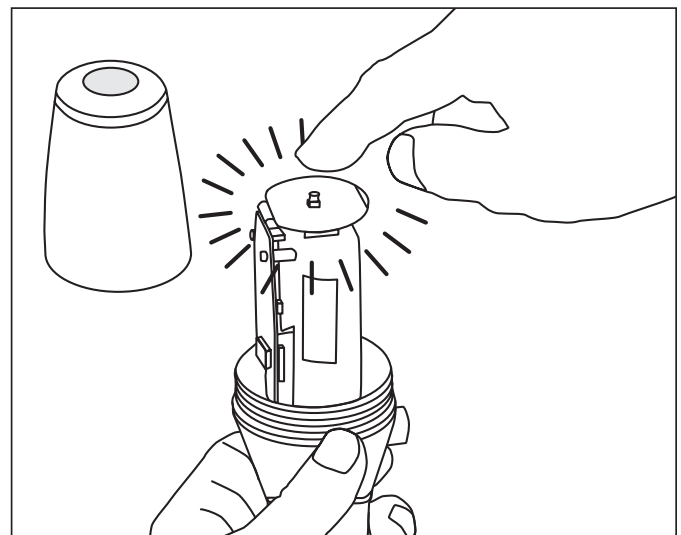

Bild 6
2. Tryck in och håll ner den övre knappen "Reset" (återställning) i 15 sekunder (se bild 6). LED-lampan blinkar med rött och grönt ljus.